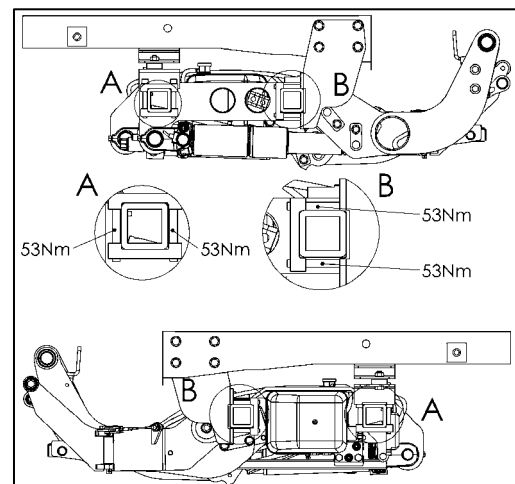

Abbildung 39
- Montage Adapter mit dem Hubwerk verschrauben und mit einem Drehmoment von 53 Nm anziehen (siehe Abbildung 39).